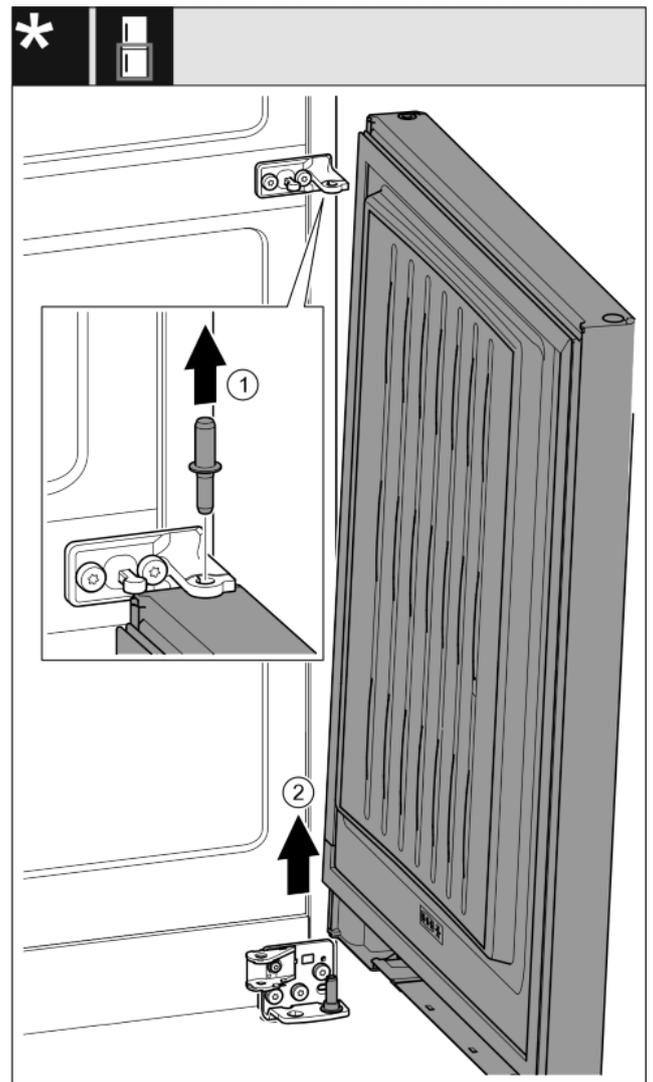

Fig. 19*
- ▶ Sortir le boulon par le haut.* Fig. 19 (1)
- ▶ Faire basculer la porte vers l'extérieur, la tirer vers le haut et la mettre de côté.* Fig. 19 (2)